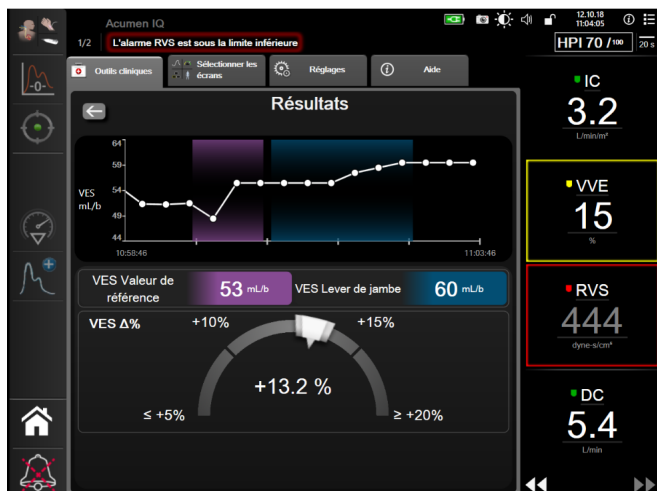

Figure 13-12 Test de réactivité aux fluides – Écran Résultats
- 9 À la fin du test, la valeur modifiée du **Paramètre** sélectionné en réponse à l'épreuve de remplissage s'affiche. Voir figure 13-12. Appuyer sur l'icône Retour pour effectuer un autre test ou sur l'icône Accueil pour revenir à l'écran de contrôle principal.
- 9 À la fin du test, la valeur modifiée du **Paramètre** sélectionné en réponse à l'épreuve de remplissage s'affiche. Voir la figure 13-12. Appuyer sur l'icône Retour pour effectuer un autre test ou sur l'icône Accueil pour revenir à l'écran de contrôle principal.